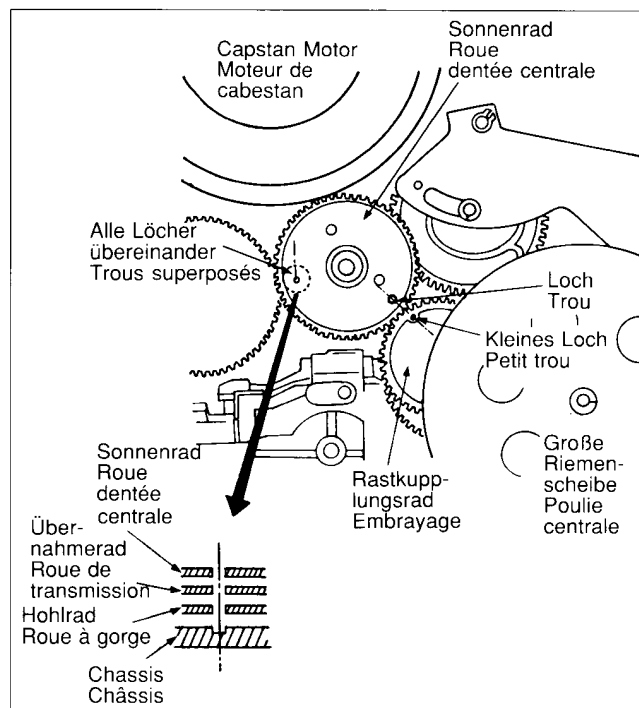

Fig. 66
1. Das Sonnenrad so in das Übernehmerad einsetzen, daß die Löcher des Sonnenrades mit den Löchern des Übernehmerades eine Linie bilden. Nun das obere Rastkupplungsrad einbauen und darauf achten, daß das kleine Loch des Rastkupplungsrades mit dem dazu gehörenden Loch des Sonnenrades eine Linie bildet. Fig. 66
1. Positionner la roue dentée centrale sur la roue de transmission de sorte que son trou soit en ligne avec celui de la roue de transmission. Placer alors la roue supérieure d'embrayage en veillant à ce que son petit trou soit exactement en ligne avec le trou de la roue dentée centrale. Fig. 66